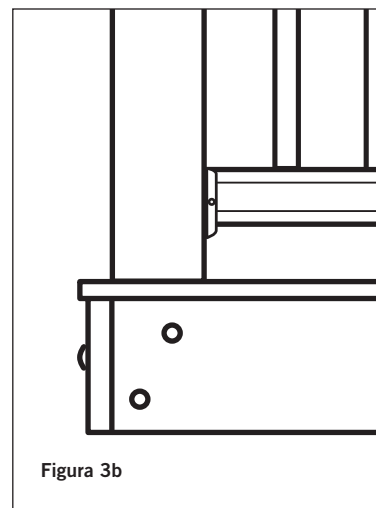

Figura 3b
Paso 3 Coloque en su lugar, aplome con un nivel y asegure con una abrazadera el poste de barandal en la cara interior de la viga. Aplome de nuevo. El poste de barandal de 4x4 deberá sujetarse a la parte interior de las vigas usando dos tirafondos galvanizados de 1/2"x6". Los postes de esquina usan un tercer tirafondo insertado a través de la viga adyacente (Figura 3b).
Paso 2 Coloque en su lugar, aplome con un nivel y asegure con una abrazadera el poste de barandal en la cara interior del larguero para escaleras. Aplome de nuevo. El poste de barandal de 4x4 deberá sujetarse a la parte interior del larguero para escaleras usando dos tirafondos galvanizados de 1/2"x6". Los postes de esquina usan un tercer tirafondo insertado a través de la viga adyacente (Figura 3b). Los postes a nivel de piso se deberán colocar en concreto.